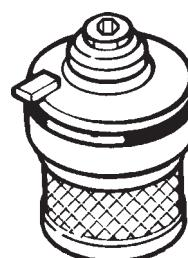

Fig. V-7a
- 2.4.1 Place new filter element onto cover (Fig. V-7a).
- 2.4.1 Fissare il nuovo filtro al rispettivo coperchio (fig. V-7a).
- 2.4.1 Installer le nouvel élément filtrant sur le couvercle (fig. V-7a).
2.4.1 Fijar un filtro nuevo en la respectiva tapa (Fig. V-7a).
2.4.1 Neues Filterelement auf das Filtergehäuse stecken (Bild V-7a).